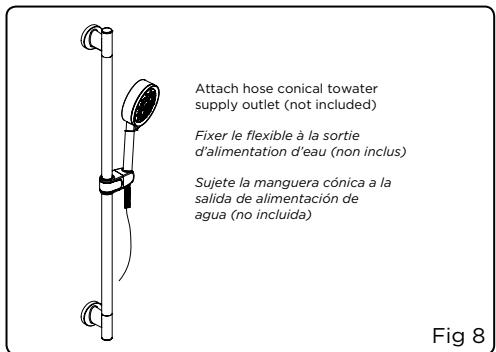

Fig 8
8. Attach one hose conical to water supply outlet (not included) and the other conical to handshower (Fig 8).
- Fixer le raccord du flexible à la sortie d'alimentation d'eau (non inclus) et l'autre extrémité du flexible à la douche à main (fig. 8).
- Sujete un extremo de la manguera cónica a la salida de alimentación de agua (no incluida) y el otro extremo de la manguera cónica a la ducha de mano (fig. 8).